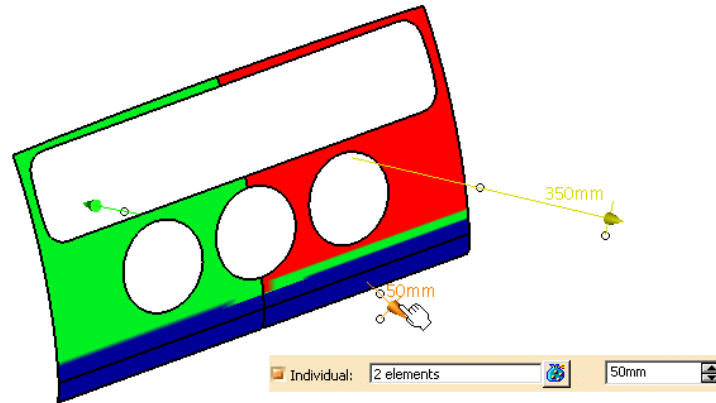

Figura 2.155 Ejemplo Individual.
- **Individual:** Se pueden definir radios de curvatura individuales para el diagnóstico en parches separados (*Figura 2.155*).